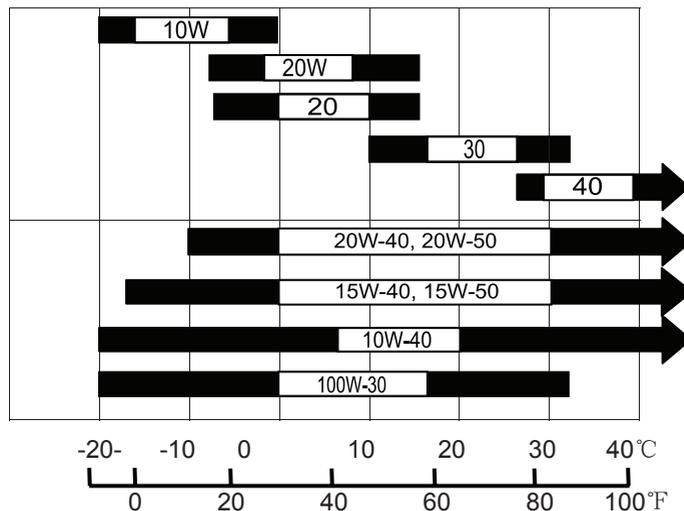

Рис. 3
- Отвинтите крышку (3) заливной горловины картера (1).
- Рекомендуем использовать моторные масла PATRIOT. Шкала вязкости масла для его выбора (Рис. 3).